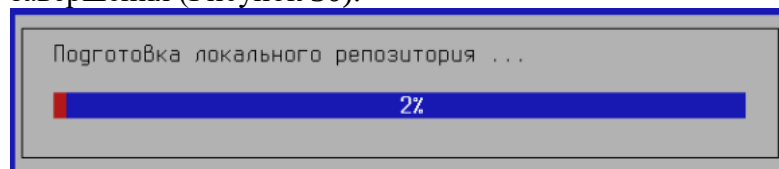

Рисунок 30 — Ход установки
2) При выборе продолжения установки, она продолжится в автоматическом режиме вплоть до завершения (Рисунок 30).